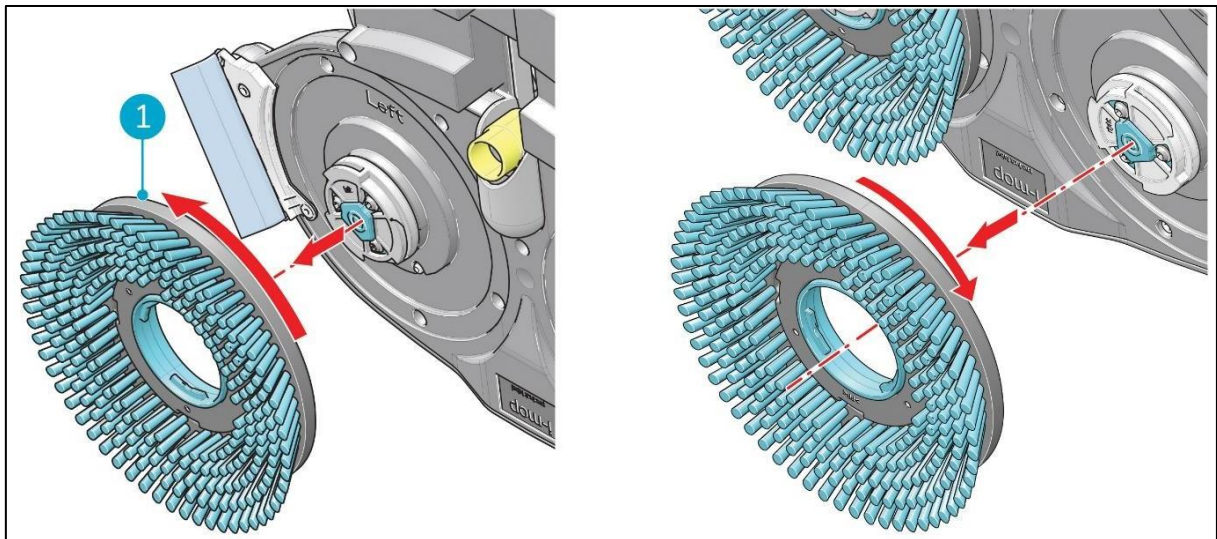

Figura 23
3. Con la otra mano, gire la escobilla izquierda (figura 23, pos. 1) en sentido contrario a las agujas del reloj hasta que note resistencia o vea que el disco del motor gira con ella.